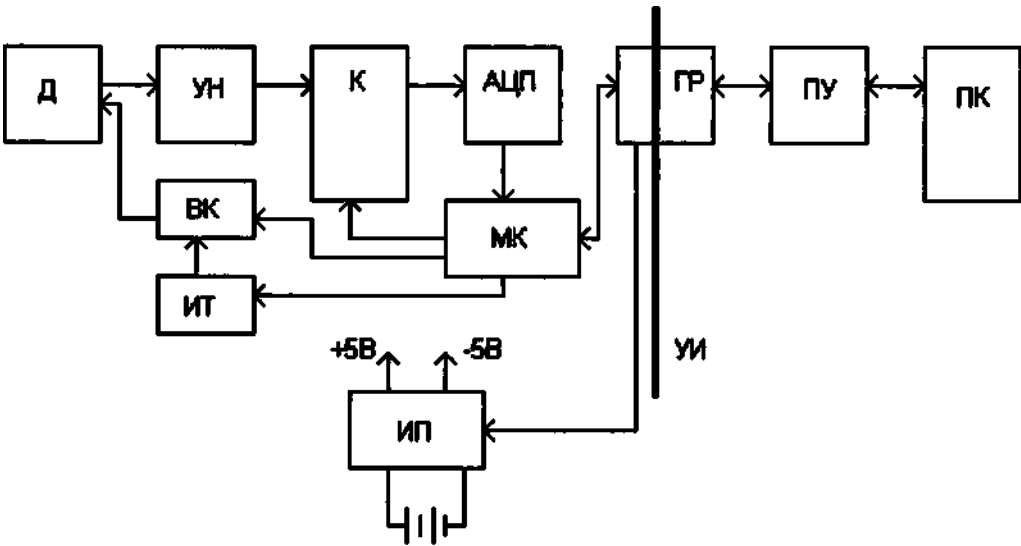

рис. 1
4.1 Функциональная схема ПБС, входящего в состав комплекса приведена на рис.1. Она включает: